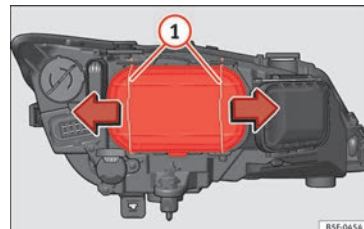

Bild 102 Halvljusstrålkastare
- För öglorna » bild 102 ① i pilens riktning och ta bort locket.